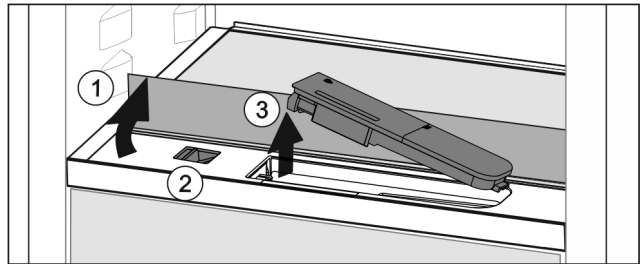

Fig. 44
- ▶ Glasplatte anheben und bis zum Anschlag nach hinten klappen Fig. 44 (1).
- ▶ Schieber Fig. 44 (2) nach links schieben.
- ▶ Wassertank entnehmen Fig. 44 (3).